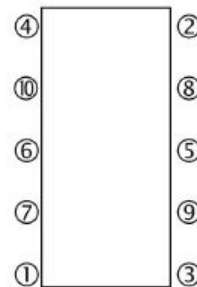

Fig.11
- Pulire ed ingrassare accuratamente i tiranti, posizzarli sul telaio, quindi stringere i dadi in modo progressivo e uniforme nell'ordine indicato in Fig.11 fino ad ottenere la quota corretta tra i piastroni (quota di serraggio) indicata sulla etichetta di identificazione. Verificare che questa quota sia uniforme sull'intero perimetro dei piastroni. Un serraggio eccessivo può deformare le piastre in modo irreparabile. Se si ritiene sia necessario stringere oltre il valore indicato, rivolgersi al centro di assistenza post-vendita del fornitore che saprà darvi le giuste indicazioni.